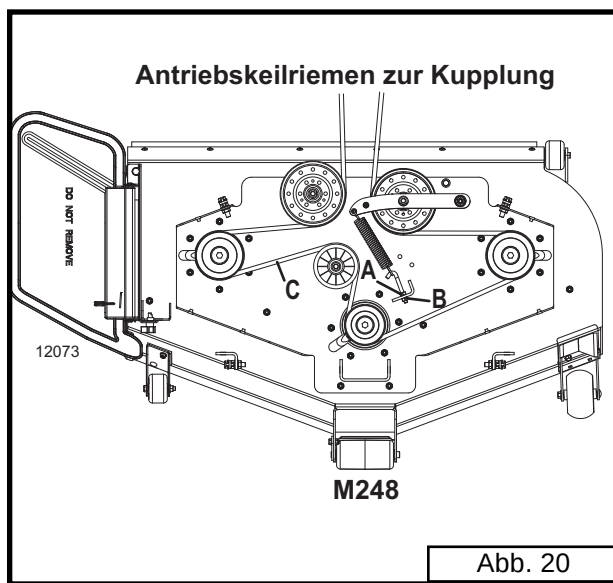

Abb. 20
(siehe Abb. 20)
3. Montieren Sie den neuen Keilriemen laut Abb. 20, um ihn richtig aufzuziehen.